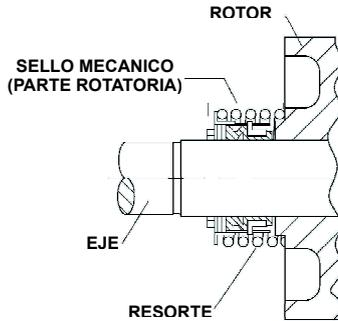

Figura 3. EI-AS,EI-AK, EI-AL 4195
- 4.- Coloque el resorte del sello en el eje contra la guía del rotor. Vea figura 3.